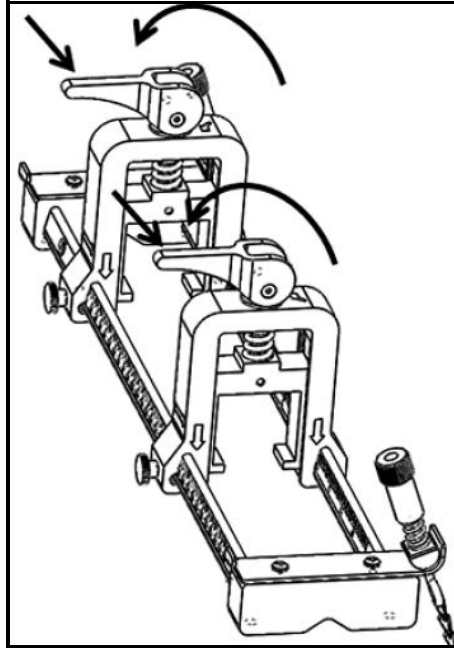

图 22: 释放后的凸轮
7. 松开两个换能器夹具上的凸轮，以便将换能器推向管子，以确保耦合剂填满换能器正面与管子表面之间的间隙（请参见下面的图 22）。